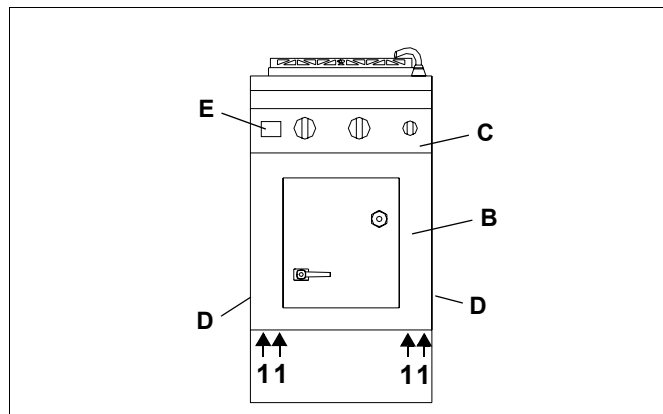

Fig. 5 Allmän översikt
Typskylten (E) sitter på insidan och utsidan till höger på kontrollpanelen (D/Sida 36 Fig. 5).